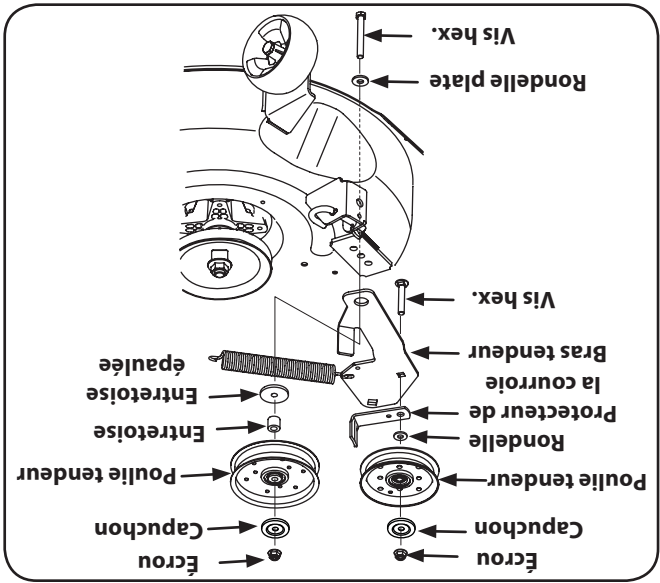

Figure 7-11
6. Placez la courroie autour des poulies de tension enlevées au paragraphe 3, le côté en V vers l'intérieur. Ensuite, installez toute la boulonnerie et serrez le contre-écrou à bride pour bien maintenir l'ensemble. Voir la Figure 7-11.
3. Démontez les deux poulies de tension en enlevant les vis hex. et les contre-écrous à bride qui les maintiennent sur le plateau de coupe et le bras de tension. Voir la Figure 7-11. Faites attention de ne pas perdre la boulonnerie en retirant la vis hex. et le contre-écrou à bride.